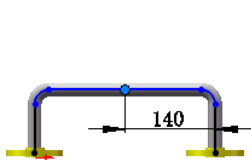

图 11.5.11 创建分割点
Step3. 创建分割点。选择 **管道设计** 功能选项卡中的  **分割线路(S)** 命令，创建图 11.5.11 所示的分割点并添加尺寸。